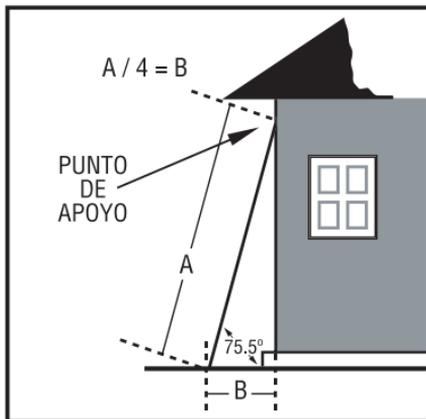
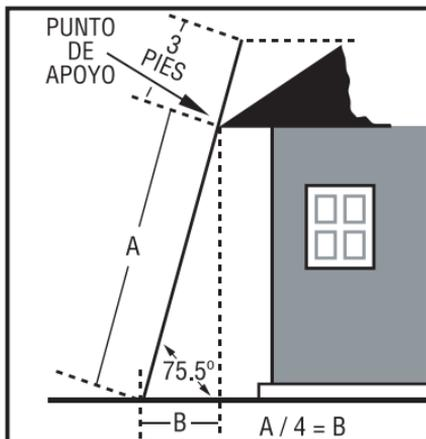

FIG. 1
FIG. 2
- Posicione la base de la escalera de extensión a un pie de la pared (Fig. 1), o el punto de soporte de arriba (Fig. 2), por cada cuatro pies del largo de la escalera al punto de soporte en la estructura.
- Antes de subirse al techo usando una escalera de extensión, hay que asegurarse que la escalera se extienda tres pies por encima de la línea del techo. (ver Fig. 2).